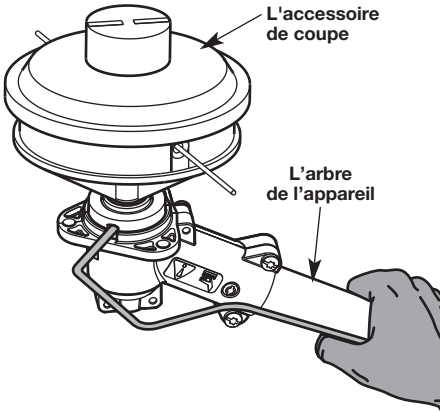

Fig. 16
- Tout en gardant la tige de verrouillage en place, fixez la tête de coupe à l'extrémité de l'arbre en la vissant dans le sens antihoraire jusqu'à ce qu'elle soit bien en place (fig. 16).